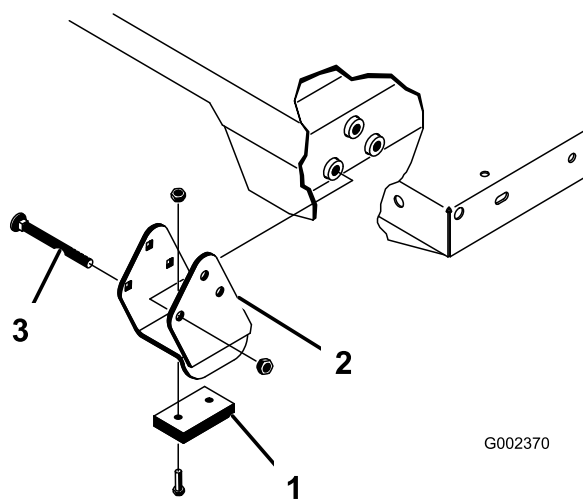

图 24
确保隔片支架和耐磨块图 24 按照托架螺栓头朝向机器内侧的方式进行安装。
2. 小心将货斗放到机架上后将货斗枢轴板孔与后机架槽中的孔对齐然后安装 2 个柱销和保险销图 24。
4. 从货斗外侧插入柱销让保险销朝向外侧图 24。